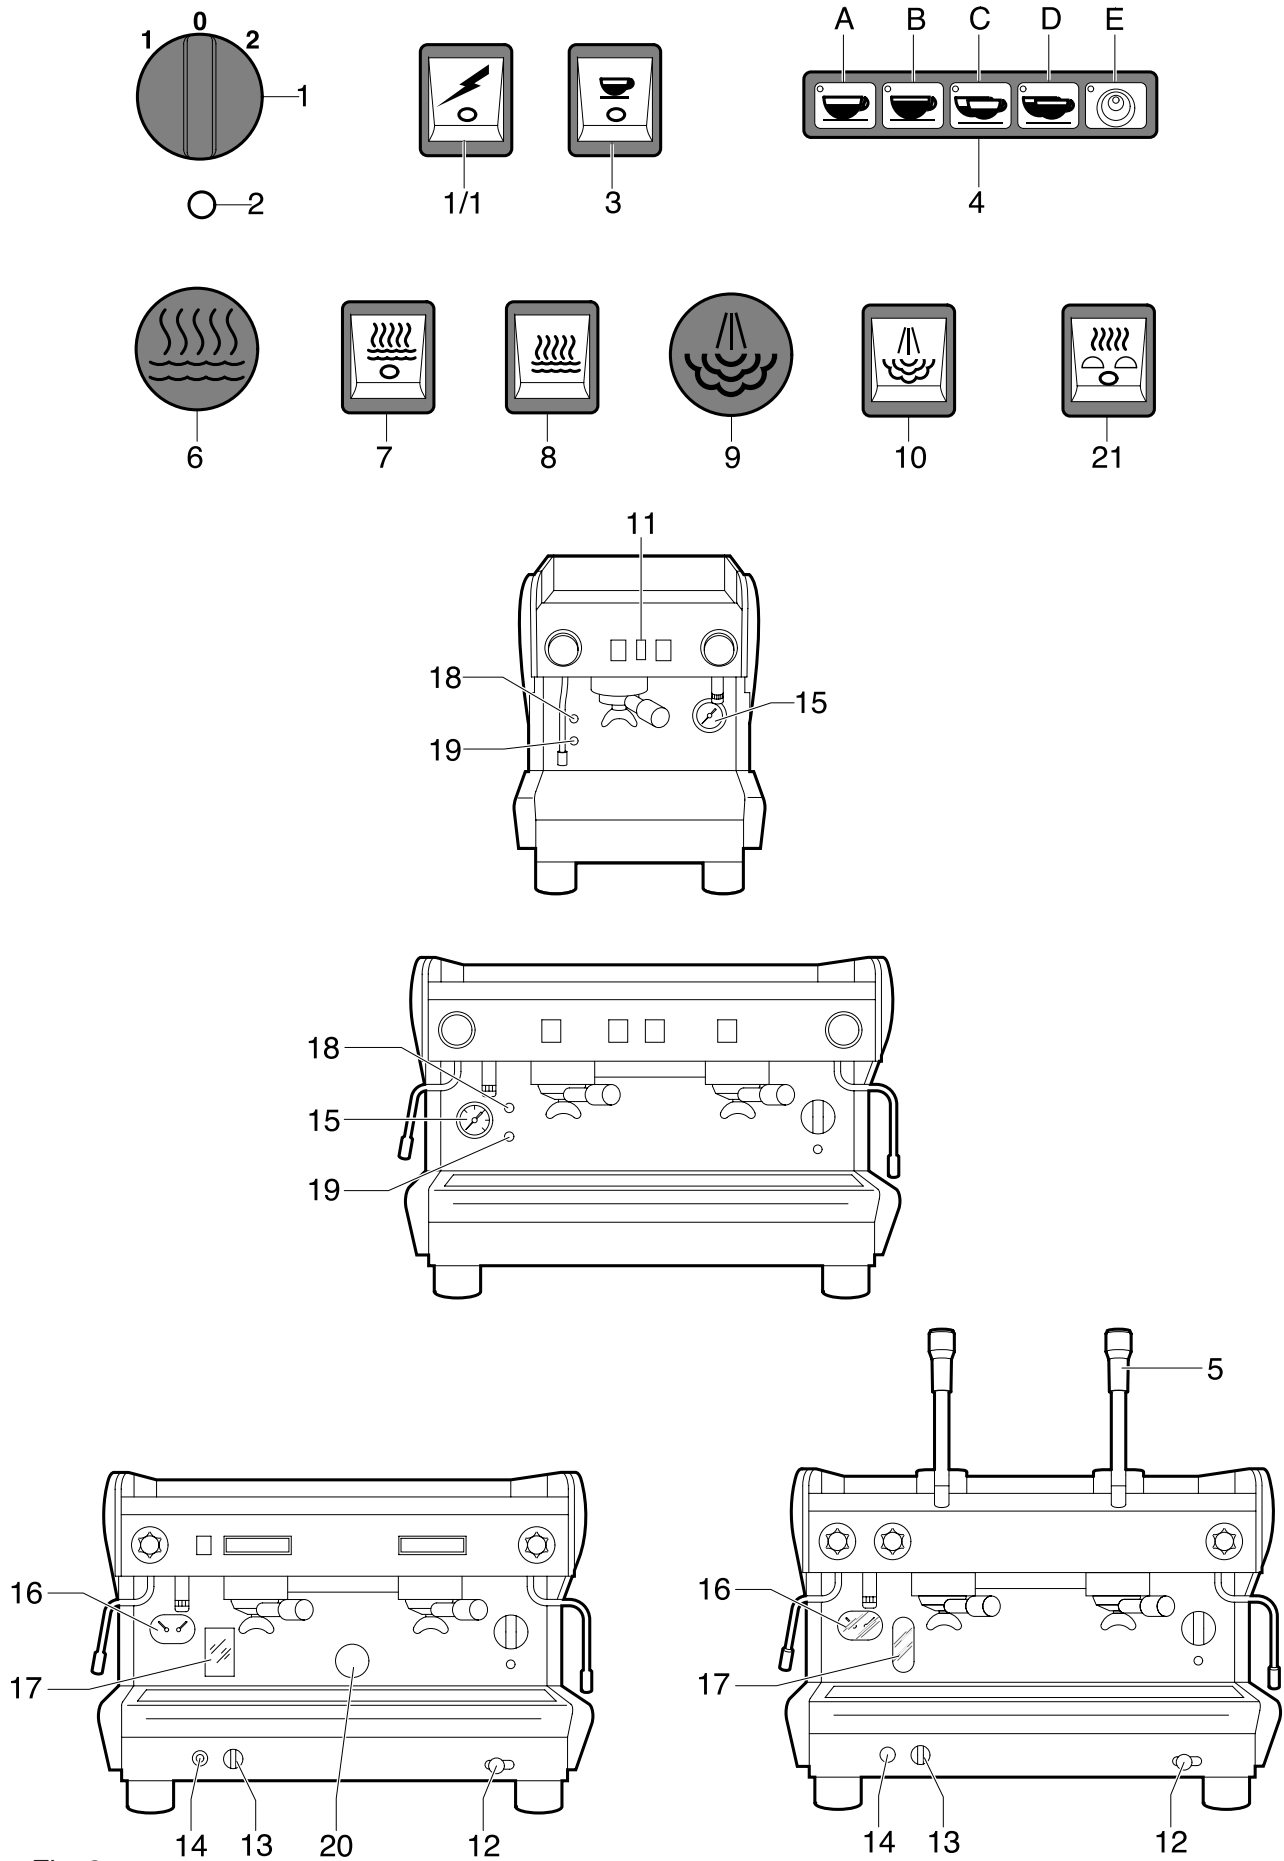

Fig. 8
7.1. Bedienung Abb.8
7.2. Kontrollinstrumente Abb.8
- Abwarten bis der richtige Betriebsdruck erreicht wird, d.h. wenn die Nadel des Manometers 15 Abb. 8 sich auf dem grünen Feld befindet und die Maschine ihr thermisches Gleichgewicht erreicht hat.
Modell S26 - S27 Abb.8
- Den Hauptschalter 1/1 Abb.8 betätigen; der Heizkessel wird gefüllt und das Heizelement beginnt das Wasser zu erwärmen;
Modelle MIDI - TECNA - SYSTEM Abb.8
- Den Hauptschalter 1 Abb.8 gegen Uhrzeigersinn auf Position 1 drehen; die Pumpe wird aktiviert und der Heizkessel gefüllt;
- Abwarten bis der richtige Betriebsdruck erreicht wird, d.h. wenn die Nadel des Manometers 15 oder 16 Abb. 8 sich auf dem grünen Feld befindet und die Maschine ihr thermisches Gleichgewicht erreicht hat.
Modelle SYSTEM Gasheizung Abb.8
- Den Hauptschalter 1 Abb.8 im Gegen Uhrzeigersinn auf Position 1 drehen; die Pumpe wird aktiviert und der Heizkessel gefüllt;
- Den Gashahn 13 Abb.8 in die vertikale Position drehen, wobei der eingebaute Knopf gedrückt bleiben muß. Gleichzeitig den piezoelektrischen Druckknopf 14 mehrmals drücken bis der Funke das Gas entzündet (diesen Vorgang über das Fenster 20 Abb.8 verfolgen). Den Knopf des Gashahns 13 ungefähr 30 Sekunden gedrückt halten damit die Flamme anbleibt. Wenn die Flamme ausgeht, muß der Vorgang wiederholt werden.
Modelle SYSTEM Ie Abb.8